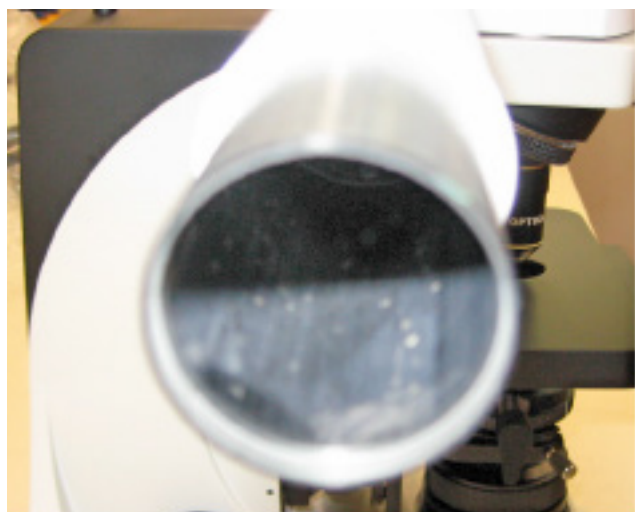

Fig. 5
- **Al final del primer tubo de extensión hay una lente (fig.5). Asegúrese de que está libre de suciedad, polvo u otros contaminantes antes de proceder con el montaje del segundo tubo de extensión.**